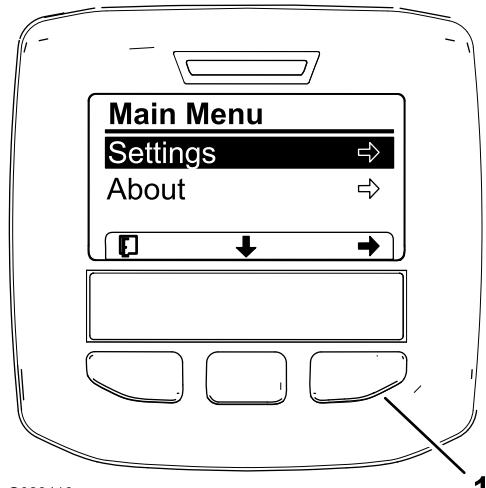

Figura 61
3. Carregue no botão de seleção central para aceder ao menu principal (Figura 61).
5. Pressionando o botão de seleção esquerdo guarda a sua seleção, sai do menu de definições e regressa ao menu principal (Figura 61).
9. Pressionando o botão de seleção esquerdo, sai do menu de definições e regressa ao menu principal (Figura 61 e Figura 63).